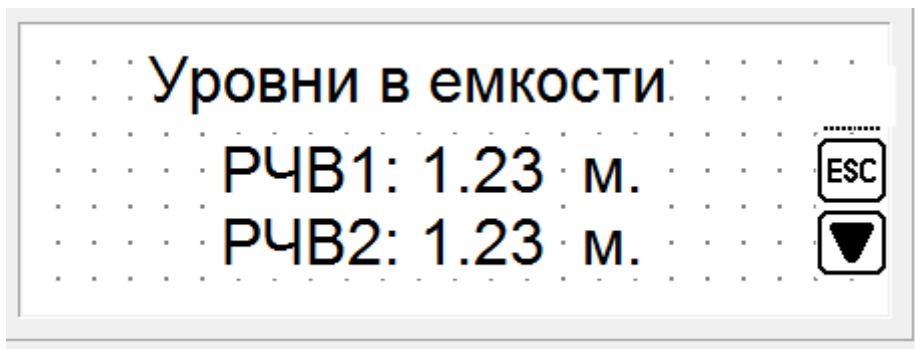

рис.13
3.13. Окно отображения уровне воды в емкостях (резервуарах). Для возврата назад нажимаем кнопку «ESC», для отображения состояния насосов нажимаем кнопку «вниз». См. рис.13